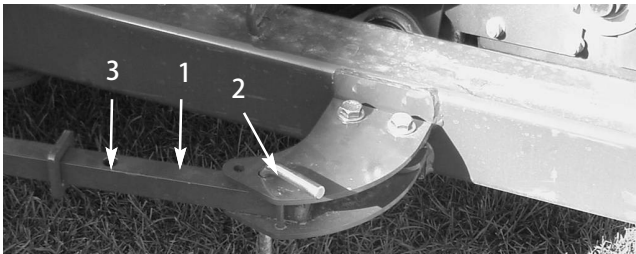

図 33
2. アクチュエータ・アームを前アクチュエータ・タブに固定しているヒッチ・ピンを抜く(図 33)。
4. ヒッチ・ピンを取り付けて、アクチュエータ・アームを前アクチュエータ・タブに固定する(図 33)。